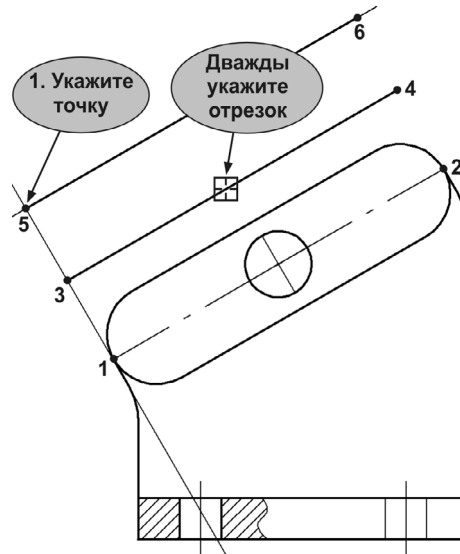

Рис. 28.14. Построение отрезка 5–6
12. Нажмите кнопку **Отрезок** и постройте отрезок 5–6 (рис. 28.14). В качестве начальной укажите точку 5. С помощью Геометрического калькулятора задайте угол наклона, равный углу наклона отрезка 3–4.